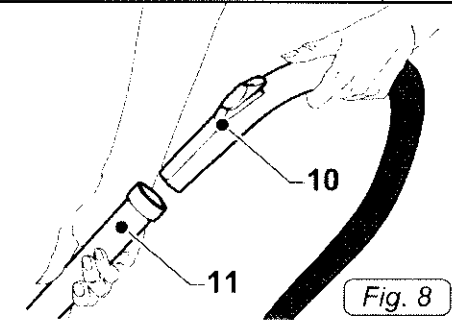

Fig. 8
- Conecte el dispositivo ergonómico (10 Fig. 8) de la manguera, las extensiones rígidas (11 Fig. 8).